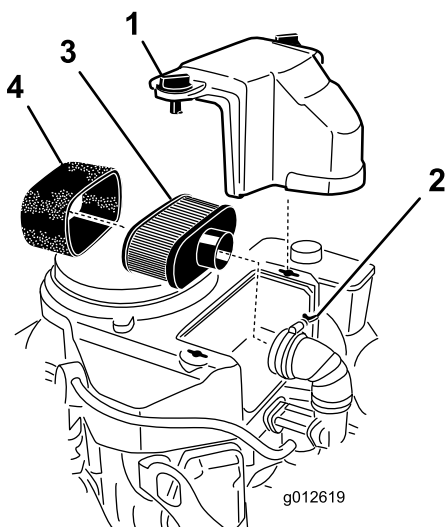

Figura 38
3. Limpie alrededor del limpiador de aire de forma que la suciedad no penetre en el motor y cause daños (Figura 38).
4. Afloje los pomos de la tapa y retire la tapa del limpiador de aire (Figura 38).
5. Afloje la abrazadera y retire el conjunto del limpiador de aire (Figura 38).
6. Retire cuidadosamente el filtro de gomaespuma del filtro de papel (Figura 38).
1. Limpie el elemento de papel golpeándolo suavemente para eliminar el polvo. Si está muy sucio, cambie el elemento de papel (Figura 38).
1. Deslice cuidadosamente el elemento de espuma sobre el elemento de papel (Figura 38).
2. Coloque el conjunto del limpiador de aire sobre la base o la manguera y sujételo (Figura 38).
3. Coloque en su posición la cubierta del limpiador de aire y apriete los pomos de la cubierta (Figura 38).